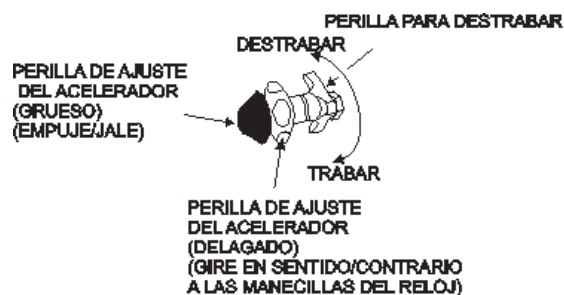

Figura 27. Perilla del control del acelerador (desenganchando)
- A. Desenganchar el cable del acelerador. Para desenganchar el cable del acelerador, gire todo el interior de la perilla, al contrario de las manecillas del reloj (Figura 27).